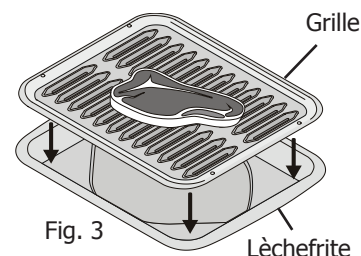

Fig. 3
7. **Laissez la porte du four ouverte** jusqu'à la position d'arrêt (fig. 3).